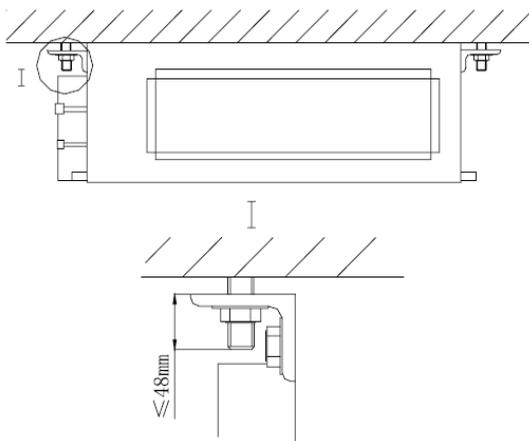

Fig. 5
- 3) Positionnez l'unité intérieure sur le plafond selon la figure 5.